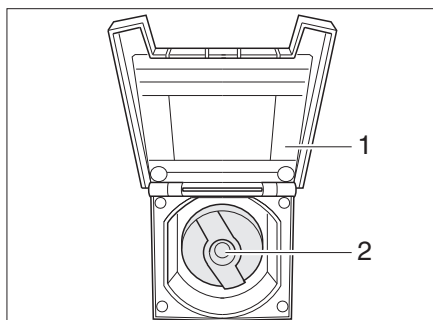

Bild 144 Verschlussdeckel für Trinkwasser-Einfüllstutzen
- Deckel (Bild 144,1) zum Trinkwasser-Einfüllstutzen öffnen.
- Schlüssel in Schließzylinder (Bild 144,2) stecken und eine viertel Umdrehung entgegen dem Uhrzeigersinn drehen.
- Trinkwasser-Einfüllstutzen (Bild 144) öffnen.